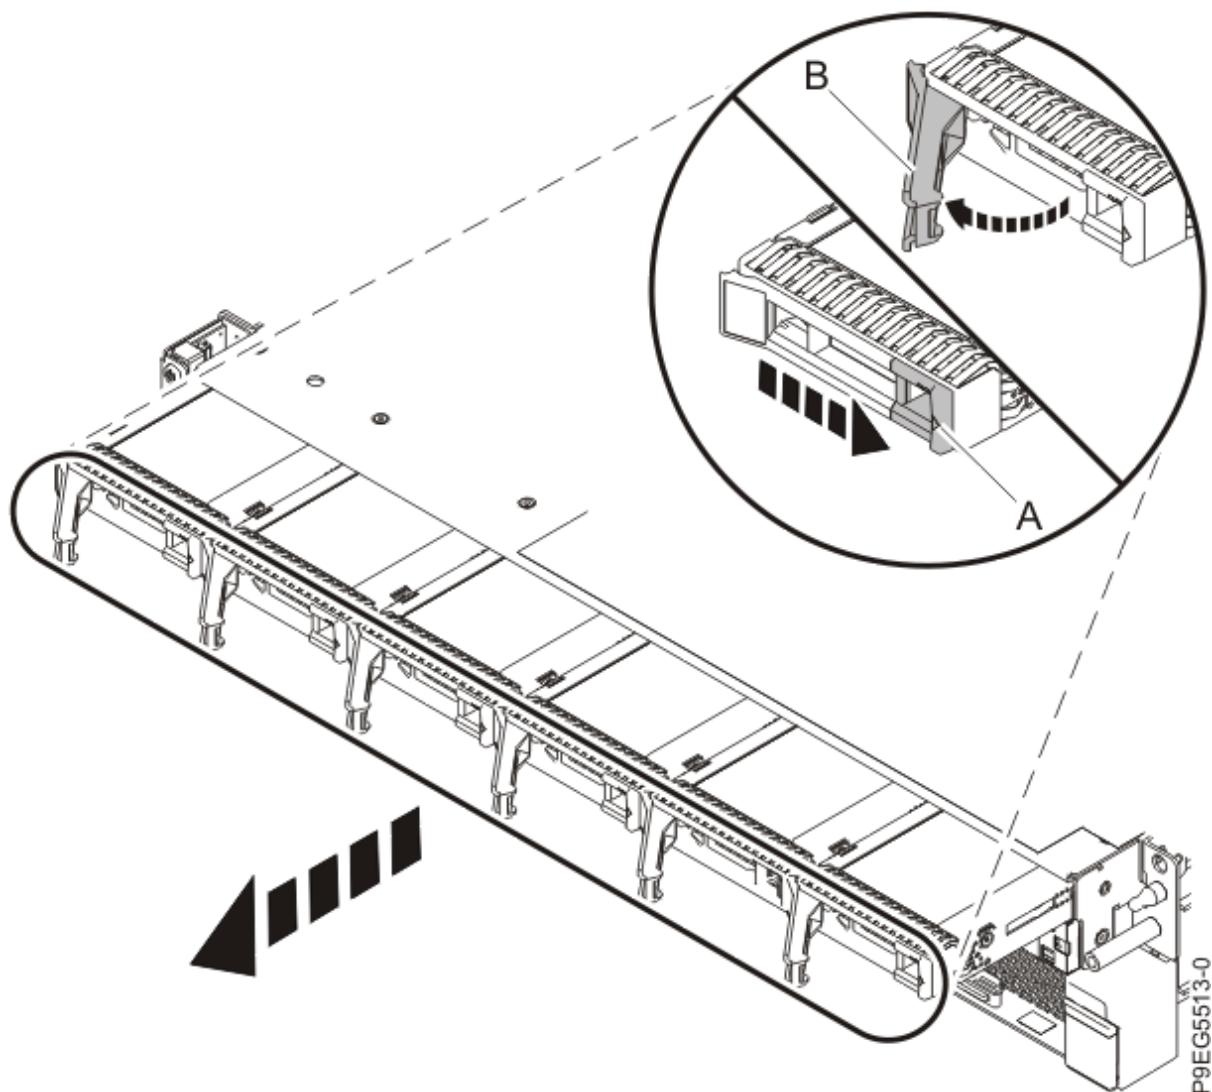

Figura 10. Removendo parcialmente as unidades frontais
5. Desconecte, mas não remova as unidades frontais de seus slots. Puxe as unidades para fora suficientemente para evitar que elas interfiram na remoção do painel traseiro da unidade de disco conforme mostrado na Figura 10 na página 12.